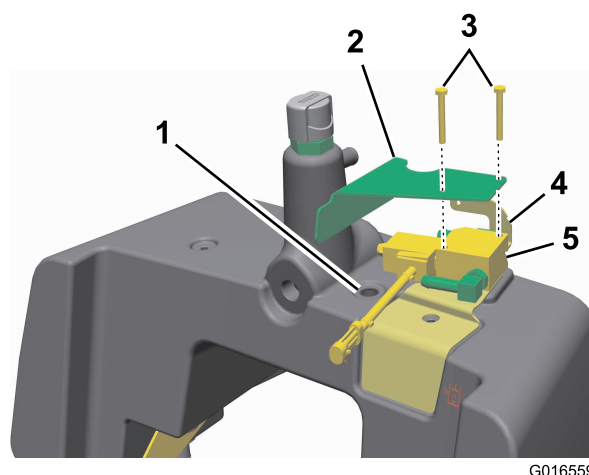

Figura 5
15. Instale el acoplamiento hidráulico de 90 grados con reborde en el depósito hidráulico principal (Figura 5).